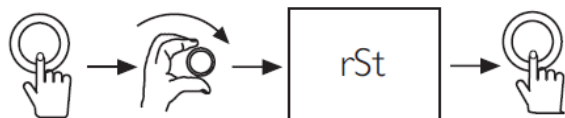

Fig. 28: Rearme de códigos de error
4. Alguns códigos de erro podem ser rearmados. Se aparecer um código de erro no ecrã, efetue o processo de rearme (Fig. 28) para tentar eliminar a falha.